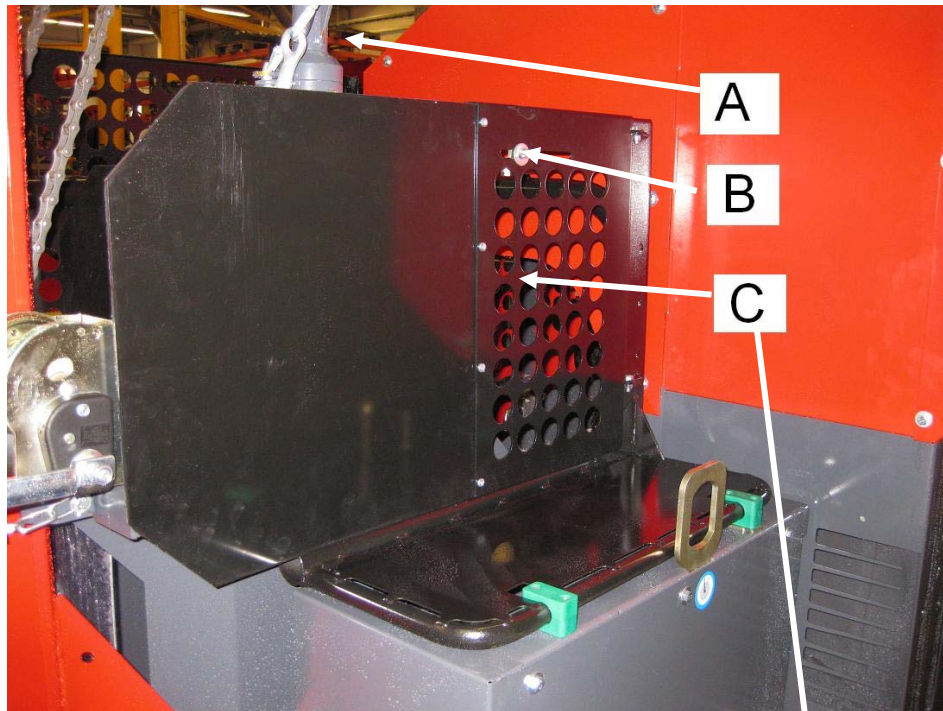

Bild 15
### 9.2 Byte av bettkassetten (Power 90 sG modell), bild 15, 16 och 17
1. Öppna maskinens bakre skydd B, bild 15
3. Linda upp vinschen C, bild 15 och 17.
4. Lyft bort den begagnade bettkassetten med vinschen C och lyftbommen A och sätt en ny kassett i stället, bild 15 och 17.